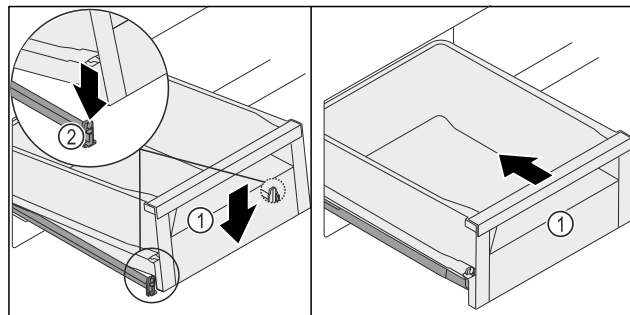

Fig. 120
- Abbassare il cassetto Fig. 120 (1) in avanti, in modo che lo stesso si inserisca tramite scorrimento a sinistra e a destra nel morsetto Fig. 120 (2).
- Il cassetto Fig. 120 (1) si innesta in modo percepibile.
- Inserire il cassetto Fig. 120 (1).